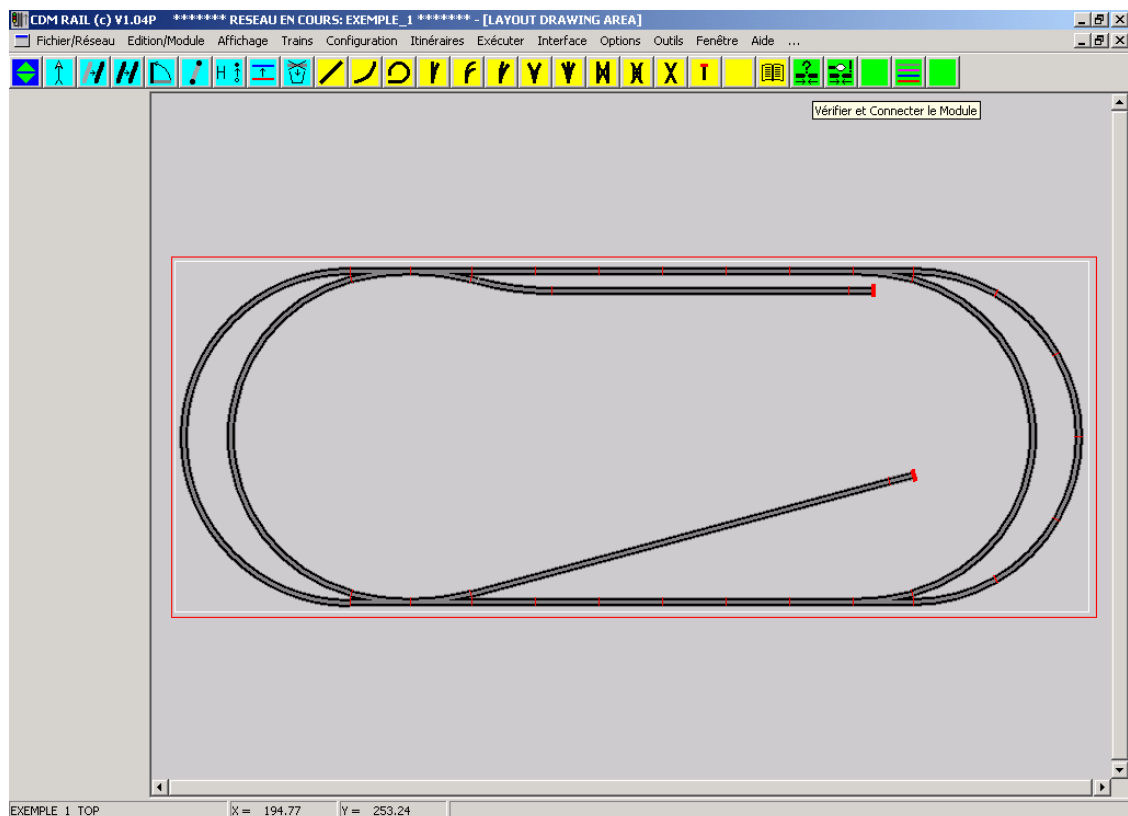

Figure 4-30 Lancement de la vérification de connectivité
- Soit depuis l'éditeur de tracé en sélectionnant l'icône "**Vérifier et Connecter le Module**" (la plus à gauche des deux icônes vertes): voir figure 4-30.